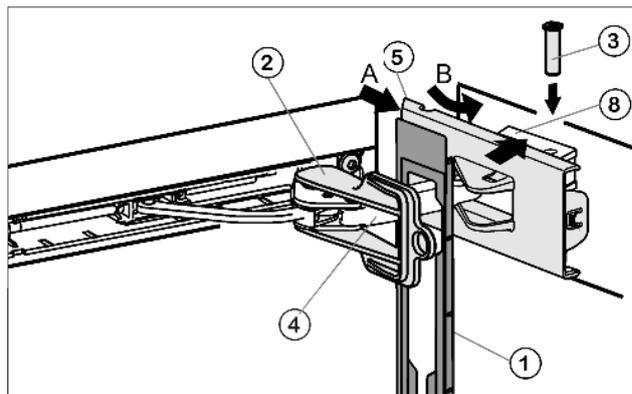

Fig. 23
- ▶ Навесьте накладку *Fig. 23 (1)* на амортизационную скобу *Fig. 23 (4)* таким образом, чтобы передние защелки показывали во внутрь, а передняя сторона была направлена к устройству.
- ▶ Отодвиньте (A) крышку *Fig. 23 (5)* снаружи и поверните (B) через опорную деталь *Fig. 23 (8)*.
- ▶ Установите крышку *Fig. 23 (5)* и защелкните ее до первого фиксатора.
- ▶ Притяните амортизационную скобу *Fig. 23 (4)* к опорной детали *Fig. 23 (8)* и сверху вставьте палец *Fig. 23 (4)* таким образом, чтобы квадратная головка сидела в углублении.
- ▶ Теперь полностью защелкните крышку *Fig. 23 (5)* на опорной детали *Fig. 23 (8)*.
- ▶ Выкрутите фиксатор *Fig. 23 (2)*.
- ▶ Защёлкните накладку *Fig. 23 (1)* на дверце.